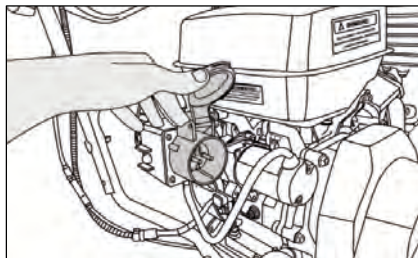

**Рис. 37**
5. Откройте крышку розетки и подключите снегоочиститель к сети 220 вольт (рис. 37) для модели AC-F-700EV.